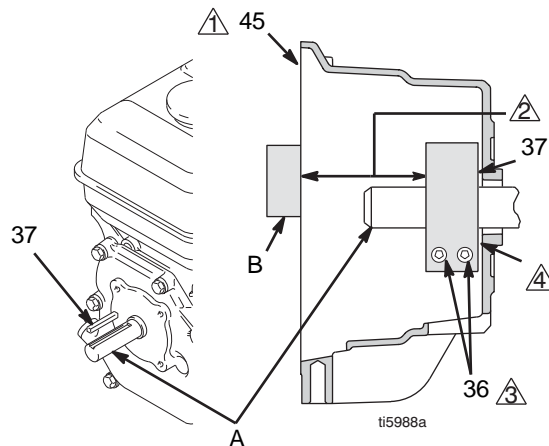

FIG. 10
4. FIG. 10. Desserrer les deux vis (36) de la bride (38).
5. Introduire un tournevis dans la fente de la bride (38) et démonter la bride.
1. FIG. 10 Monter la clavette de l'arbre moteur (37).
2. Tapoter sur la bride (38) pour l'enfiler sur l'arbre moteur (A). Respecter les cotes indiquées en 2. Le chanfrein doit être orienté vers le moteur.
3. Contrôler les cotes: passer une barre d'acier rectiligne (B) à la surface du carter d'embrayage (45). À l'aide d'un instrument de mesure approprié, mesurer l'écartement entre la barre et la surface de la bride. Ajuster la bride si nécessaire. Serrer les deux vis (36) à  $125 \pm 10$  in-lb ( $14 \pm 1,1$  N·m).
- ① Face du carter d'embrayage.
- ②  $1.550 \pm 0.010$  in. ( $39,37 \pm 0,25$  mm).
- ③ Serrer à  $125 \pm 10$  in-lb ( $14 \pm 1,1$  N·m).
- ④ Chanfreiner ce côté.